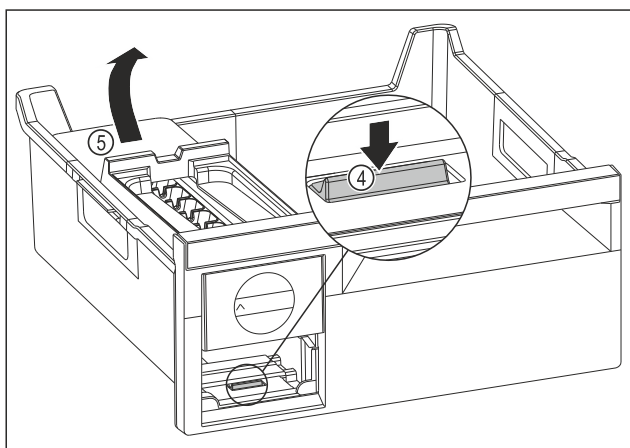

Fig. 82
- ▶ Estrarre il corpo dell'EasyTwist-Ice: Con un dito spingere la linguetta Fig. 82 (4) verso il basso e allo stesso tempo, con l'altra mano, sollevare il corpo dell' EasyTwist-Ice Fig. 82 (5) da dietro.